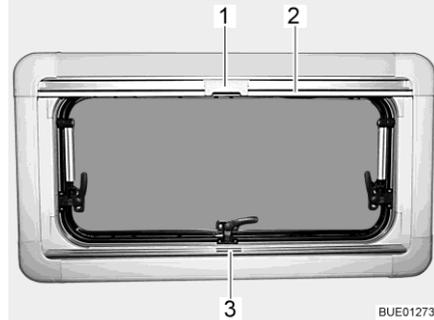
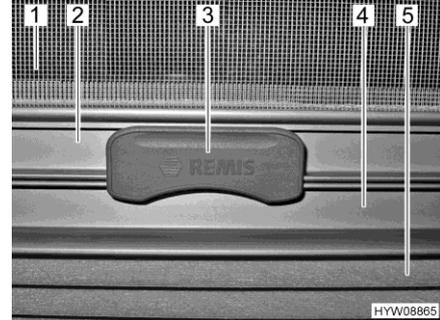

Fig. 20 Ventana abatible
Fig. 21 Cierre
Estor plegable El estor plegable (Fig. 21,5) se encuentra en la caja de la persiana inferior.
- Sujetar el estor plegable por el centro del agarradero (Fig. 20,3 y Fig. 21,4), tirar de abajo a arriba y soltarla a la altura deseada. El estor plegable se queda fijo a esta altura.
Mosquitera enrollable La mosquitera enrollable (Fig. 21,1) se encuentra en la caja de la persiana superior.
- Tirar del agarradero de la mosquitera enrollable (Fig. 20,2 y Fig. 21,2) hacia abajo hasta que choque con el agarradero del estor plegable (Fig. 21,4).
- Bloquear el cierre (Fig. 20,1 y Fig. 21,3) de la mosquitera enrollable con el agarradero del estor plegable. Si el cierre está bloqueado, el estor plegable y la mosquitera enrollable podrán ser ajustados juntos.
- Presionar la parte superior del cierre (Fig. 21,3) de la mosquitera enrollable.
- Regresar la mosquitera enrollable lentamente en el agarradero (Fig. 20,2).